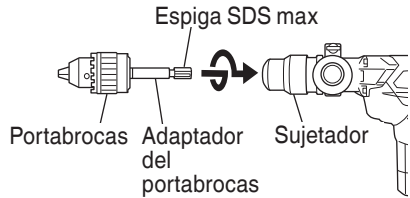

Fig. 14
- (2) Fijación del adaptador para portabarreras al portabarreras (Fig. 14)